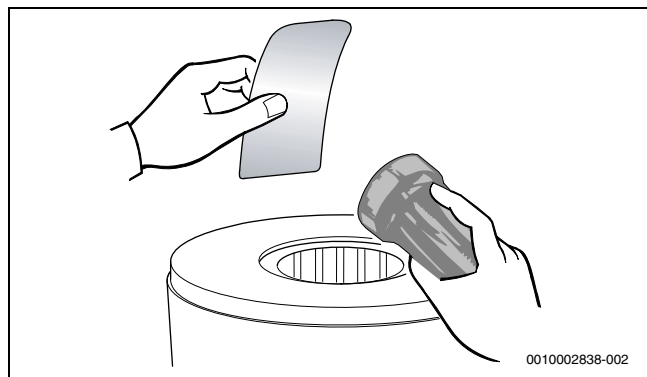

Fig. 124 Contrôler la présence de résidus dans le corps de chauffe
- Contrôler à nouveau la présence de résidus dans le corps de chauffe (→ fig. 124).